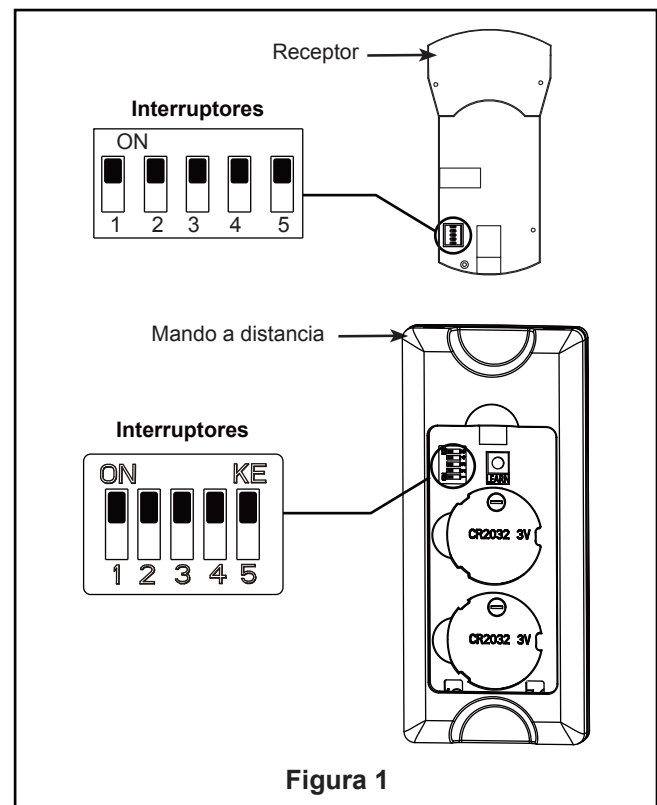

Figura 1
1. Para configurar el código de unidad del receptor. Deslice los interruptores de código a las mismas posiciones que en el transmisor. (Figura 1)